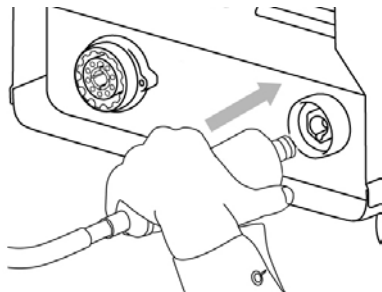

Рис. 8.2. Подключение силового кабеля.
2. Вставьте силовой наконечник кабеля клеммы заземления в панельную розетку на передней панели аппарата. Поверните его до упора по часовой стрелке. Убедитесь в плотной фиксации соединения. Закрепите клемму заземления на заготовке (См. рис. 8.2).